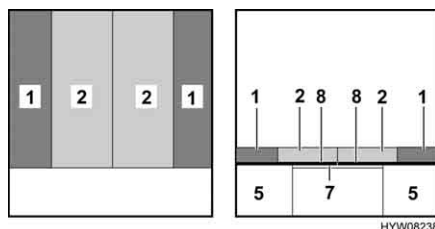

Fig. 43 Dopo la trasformazione
- Posizionare i cuscini del divano (Fig. 43,2) al centro.
- Piazzare i cuscini dello schienale (Fig. 43,1) tra il cuscino del divano (Fig. 43,2) e la parete esterna.